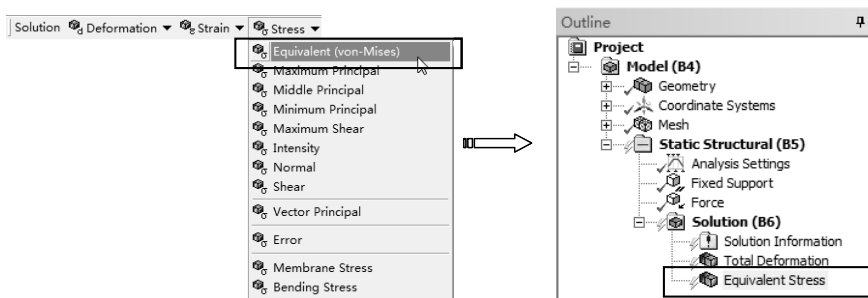

图 7-64 添加应力求解项
- 3) 求解应力。单击【Solution】工具栏上的【Stress】|【Equivalent (von-Mises)】命令，此时在分析树中插入【Equivalent Stress】项，如图 7-64 所示。